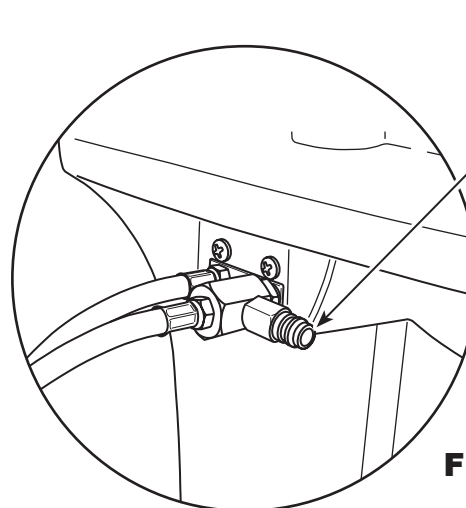

Figura 21
1. Con la máquina aún conectada al vehículo y los acopladores abiertos, conecte el acoplador del lado bajo (azul) de la Robinair 25700 al puerto de recuperación de contaminante en la parte posterior de la máquina. Consulte la Figura 21. Abra las válvulas del acoplador.